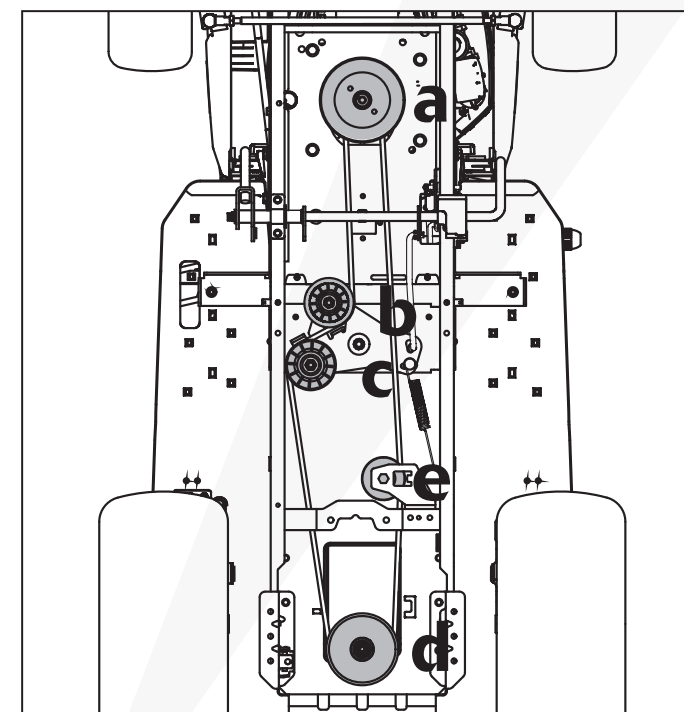

Fig. 32
2. Desmonte el conjunto de la polea motriz (a, Fig. 32) retirando el tornillo que la sujeta al eje de salida del motor.
3. Retire las dos poleas (b y c, Fig. 32) quitando las tuercas que las sujetan al soporte de montaje.
4. Saque la correa de la polea de transmisión. (d, Fig. 32)